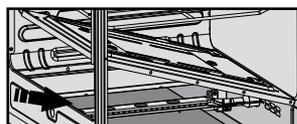

Figura 48
- Ubique de nuevo el difusor de calor. (Ver figura 48) Verifique que la instalación del producto esté en óptimas condiciones.